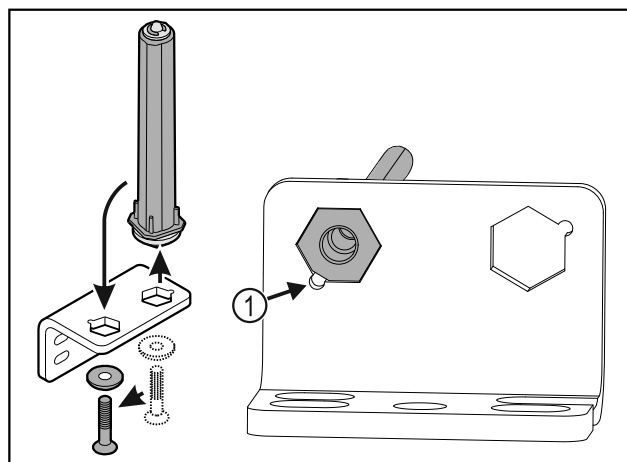

Fig. 34
- ▶ Dbejte, aby při vsazování ukazovalo zešíkmení čepu Fig. 34 (1) ke kulatému otvoru.